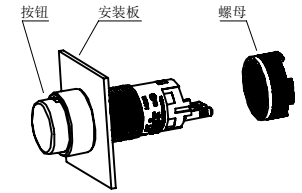

图1
- 4.1.1、将按钮头部从正面穿入安装板的安装孔内(图1)。
- 4.1.2、将螺母从背面拧入按钮, 并拧紧(图1)。